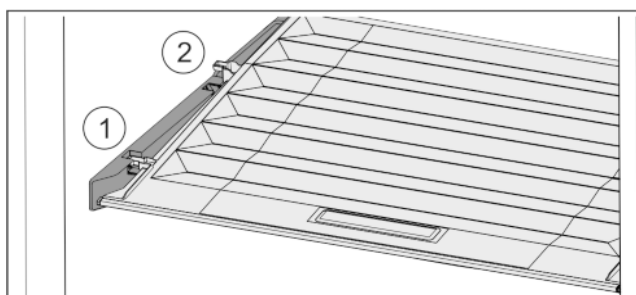

Fig. 28
- ▶ Vytáhněte víko dopředu až k otvoru v přídržných dílech Fig. 28 (1).
- ▶ Vzadu zespodu nadzvedněte a vyjměte směrem nahoru Fig. 28 (2).